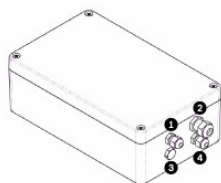

Figura 2.6 Carcasa de la fuente de alimentación MIC con prensas identificadas
17. Pase el extremo no conectado del cable de vídeo compuesto blindado por la prensa M16 de la parte superior derecha (elemento 2, *Figura 2.6*).
22. Pase el cable de salida de vídeo (coaxial) a través de la prensa M12 de la parte superior izquierda (elemento 1, *Figura 2.6*). Engarce el extremo del cable con un conector de terminal BNC.
24. *Solo para salida de vídeo doble de cámaras MIC612:* si es necesario, retire la tapa que cubre el orificio para la prensa M12 de la parte inferior izquierda (elemento 3, *Figura 2.6*). Pase un segundo cable de salida de vídeo por la prensa y, a continuación, conecte el cable de salida de vídeo conmutado a la toma BNC CN3. Este segundo cable proporciona control de vídeo desde la cámara óptica y desde la cámara térmica; los usuarios pueden alternar entre las dos cámaras. Consulte el *manual de instalación de MIC612* para obtener más información.
25. Pase el cable de telemetría a través de la prensa M12 de la parte inferior derecha (elemento 4, *Figura 2.6*).
27. *En fuentes de alimentación sin infrarrojos para cámaras no térmicas:* si va a conectar la unidad a tarjetas complementarias adicionales (por ejemplo, una tarjeta de alarma de 8 entradas de alarma con accionamiento de bomba del limpiador [MIC-ALM] y/o una tarjeta bifásica [MIC-BP4]), retire la tapa que cubre la prensa M12 de la parte inferior izquierda (elemento 3, *Figura 2.6*). Acople el casquillo M12 incluido. Realice las conexiones adecuadas al terminal de conexiones CN2.